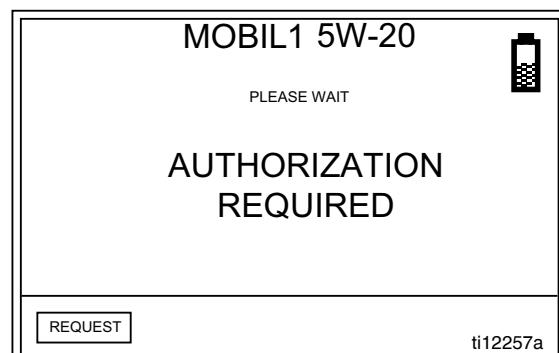

Рис. 23
2. После отправки запроса, вверху экрана появится сообщение «PLEASE WAIT» [ПОДОЖДИТЕ] (см. Рис. 23).